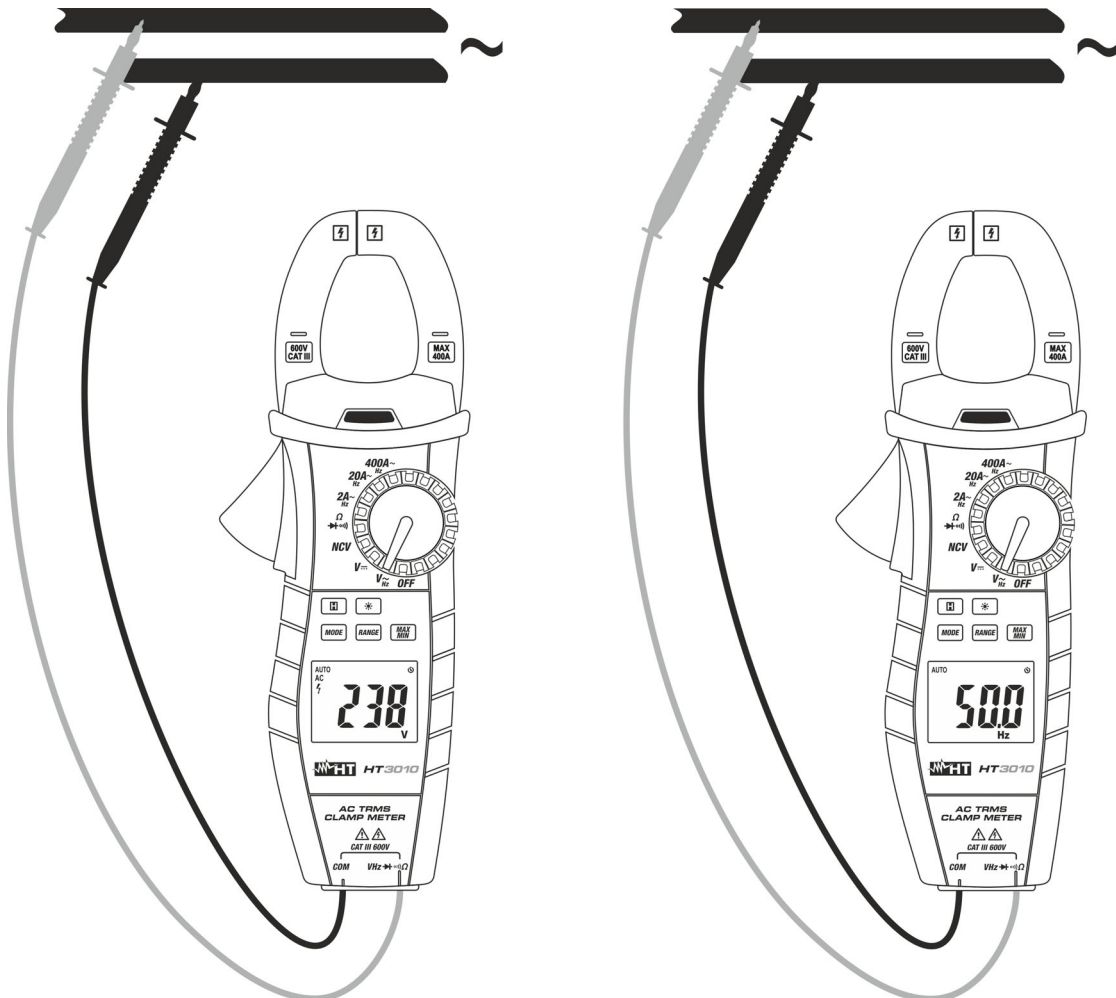

Fig. 5: Uso dello strumento in misura di Tensione AC e Frequenza
3. Posizionare i puntali nei punti desiderati del circuito in esame (vedere Fig. 5). Il valore della tensione è mostrato a display.